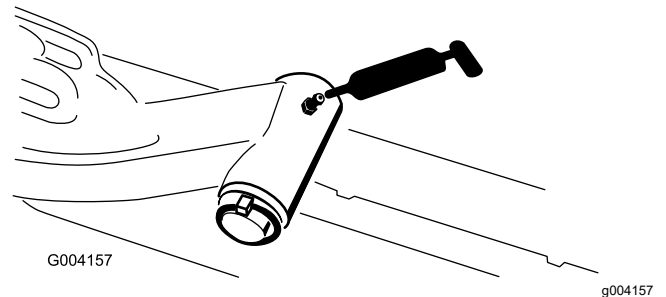

Figura 42
- Eje pivotante del brazo de elevación (1 en cada) – Figura 42